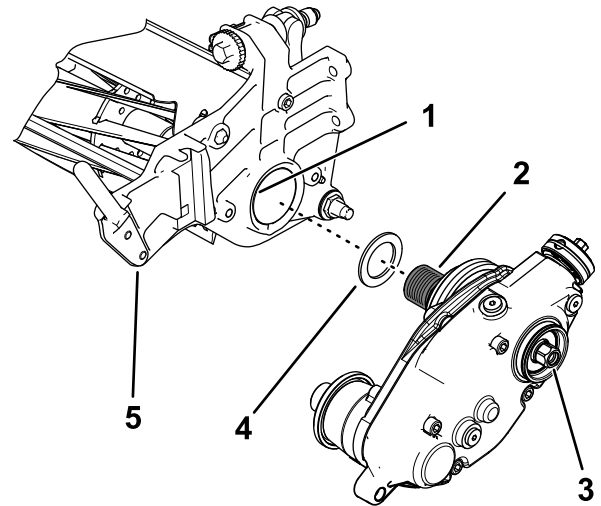

Bild 7
2. Montieren Sie die Beilagscheibe über die Gewinde des Spindeladapters (Bild 7).
4. Befestigen Sie den Groomerantrieb an der Spindelwelle (Bild 7).
6. Ziehen Sie bei zurückgehaltener Spindel den Sechskantantrieb der Antriebswelle auf ein Drehmoment von 135-150 N·m an, siehe Bild 7.